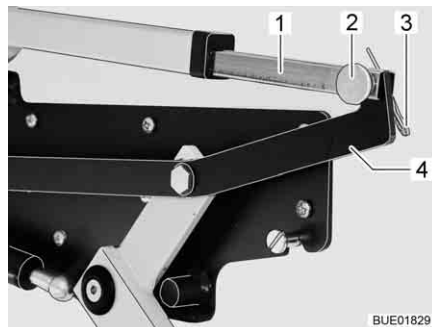

Bild 140 Antrieb für Hubbett
- Verbindung zwischen Schubstange (Bild 140,1) und Hebel (Bild 140,4) trennen. Dazu Splint (Bild 140,3) und Stift (Bild 140,2) herausziehen.